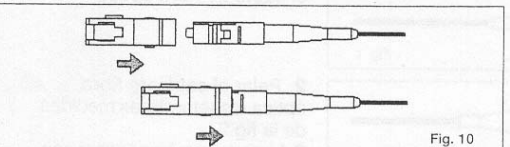

Fig. 10
15. Acoplar el cuerpo del conector, observando los encajes guía interiores (fig.10).